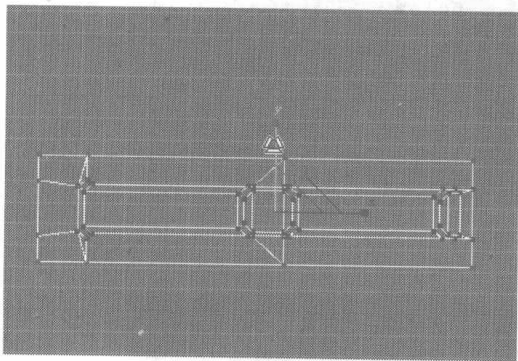
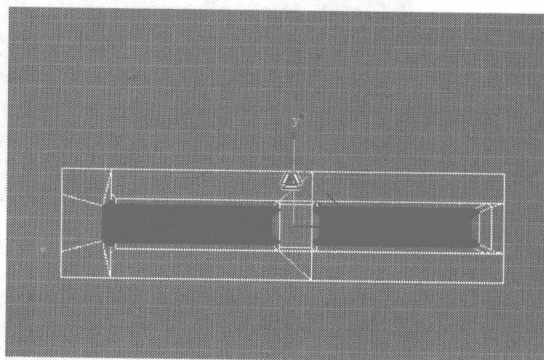

图 6.442
图 6.443
- 56** 切换模式为节点编辑，在 Top 视图中用缩放工具适当地缩放如图 6.442 所示的节点，并再选择凸起部分的面进行缩放，如图 6.443 所示。